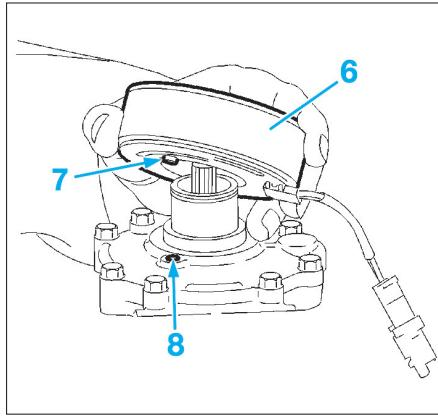

FIG. 10
**À la repose,** lors de la mise en place de la bobine (6), contrôler l'alignement du téton (7) par rapport au logement (8) (Fig.10).